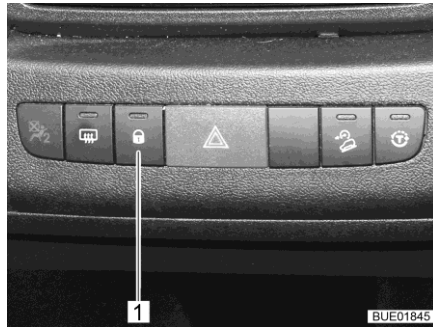

Bild 69 Omkopplare centrallås
- Låsa upp:** ■ Tryck ner knapp (Bild 69,1). Dörrlåsen är upplåsta.
- Låsa:** ■ Tryck ner knapp (Bild 69,1). Dörrlåsen är låsta. Kontrollampan på knappen lyser.